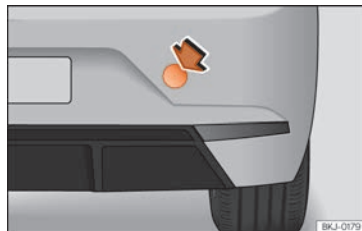

Fig. 101 Paraurti posteriore destro: copertura.
- Per aprire la copertura, premere sulla parte superiore destra della stessa » fig. 101.